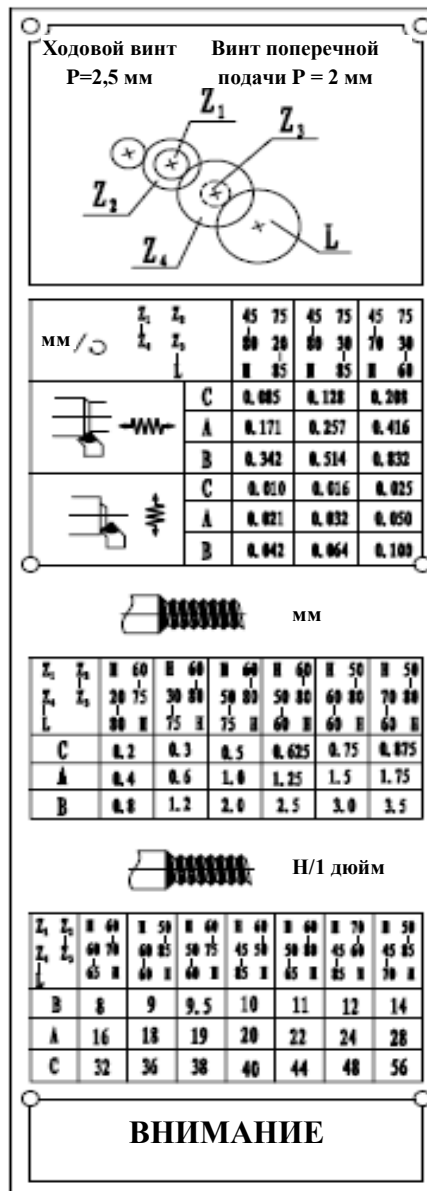

Рис. 24
6. Установите шестерни в соответствии с таблицей выбора скорости подачи и шага резьбы (Рис. 24) и поместите шестерни обратно на вал гитары станка.
Настройте подачу станка на нужный шаг резьбы (согласно таблице выбора скорости подачи и шага резьбы, Рис. 24). Включите станок и соедините половины маточной гайки. Когда резец коснется детали, начнется процесс нарезания резьбы. В конце резания остановите станок, отключив двигатель, одновременно отведя резец так, чтобы он не касался резьбы. Запрещается перемещать рукоятку маточной гайки. Включите двигатель с вращением в противоположном направлении, чтобы резец вернулся в первоначальное положение. Повторите проходы нужное количество раз, пока не будет получен необходимый результат.